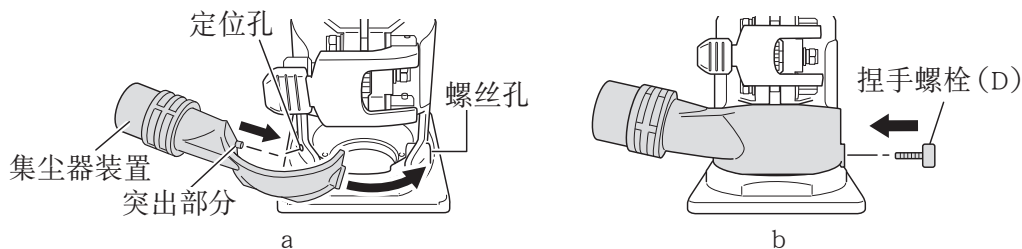

图 27
- (1) 将碎屑收集器内侧的突出部分嵌入底座组件前左下方的定位孔中，并安装好以盖住底座组件的前部。(图 27-a)
- (2) 使用随附的捏手螺栓 (D) 将碎屑收集器孔固定到机身的螺丝孔中。(图 27-b)